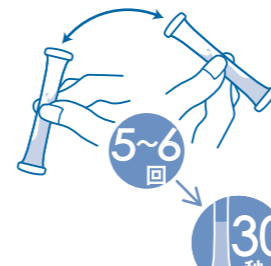

図5
⑤液がもれないようにかくく5~6回振りまぜて、30秒間待ち、反応させます。(図5)